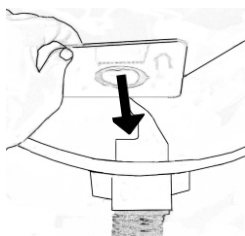

Fig. 25
1. Sæt støvsugerposens pakport fast med hullet over poseholderen, Fig. 25.